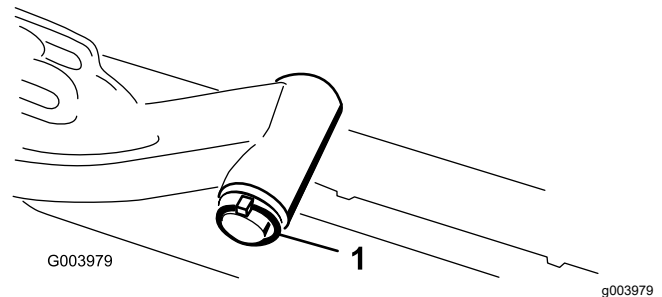

Figura 11
1. Retire el pasador de seguridad y la arandela que fijan el eje pivotante del brazo de elevación al brazo de elevación, y deslice el eje pivotante fuera del brazo de elevación (Figura 11).
3. Introduzca el eje del brazo de elevación en el brazo de elevación y fíjelo con la arandela y el pasador de seguridad (Figura 11).